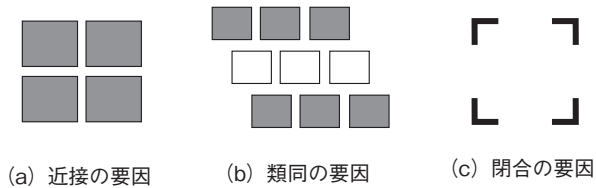

図 1.1.3 3つのゲシュタルト法則
(2) デザインに必要な3つのゲシュタルト法則^[4] (図 1.1.3)
近い距離にある形状同士はまとまって見える現象をいう。図 1.1.3 (a) に示す3つの正方形は1つのグループとして知覚される。
類似している形状同士はまとまって見える現象をいう。図 1.1.3 (b) では、黒と白の3つの正方形はそれぞれまとまって見える。
線によって閉じた、あるいは閉じようとする領域はまとまって見える現象をいう。図1.1.3 (c) では、線が閉じて正方形のように見える。